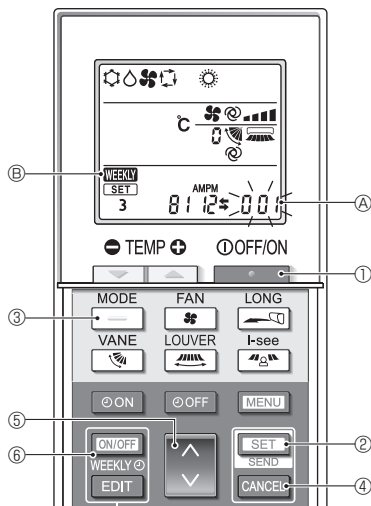

Fig. 5-16
5.13.8. Désactivation du mode AUTO (Fig. 5-16)
- Appuyez sur la touche **STOP** ① pour arrêter le climatiseur.
- Si la minuterie hebdomadaire est activée, appuyez sur la touche **ON/OFF WEEKLY** ⑥ pour la désactiver. (**WEEKLY** ⑥ disparaît.)
- Appuyez sur la touche **SET** ② pendant 5 secondes.
- L'appareil passe en mode de réglage des fonctions. (Le numéro de réglage du modèle (A) clignote.)
- Appuyez sur la touche **↓** ④.
- Achèvement des réglages (Fig. 5-16)